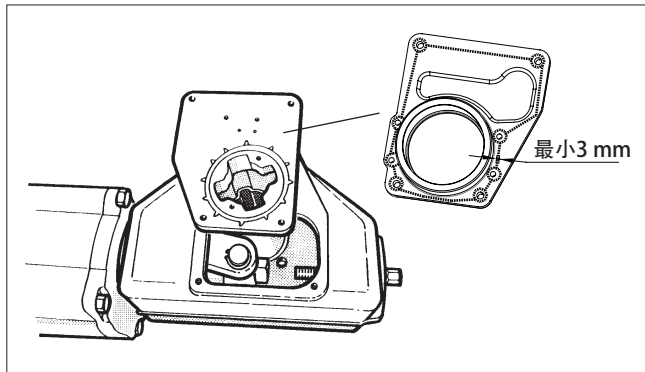

图.14 将护盖安装到外壳上
- 在轴承单元螺钉 (29) 的螺纹上涂抹密封剂（例如 Loctite 225），并按表 2 拧紧螺钉。
- 暂时固定外壳盖，使副轴承起作用但连杆仍可见，参见图 14。注意接地环（3A、4A）。
- 清洁外壳和护盖的接触区域。在外壳和护盖的接合面涂抹适量密封剂（例如硅酮胶），形成最小直径 3 mm 的连续路径，如图 14 所示，并固定护盖。
- 清洁外壳和护盖的接触区域。在外壳和护盖的接合面涂抹适量密封剂（例如硅酮胶），形成最小直径 3 mm 的连续路径，如图 14 所示，并固定护盖。扭矩值参见表 2。
- 将新的排气阀 (58) 安装到外壳盖上。